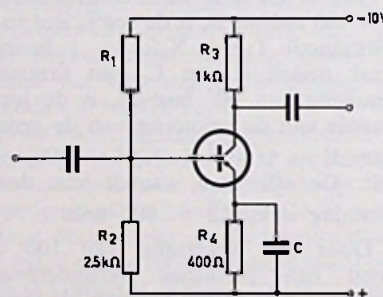

Fig.6
2. In fig. 6 is een transistor getekend, geschakeld als een l.f. versterker.